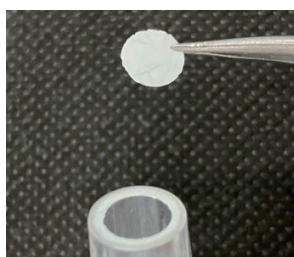

図3.切り出したコラーゲン膜
- (4) ピンセットでコラーゲン膜を回収する（図3）。免疫染色等を行い、組織学的評価をする場合は、次項「切片作製」もしくは「組織学的評価」に進む。